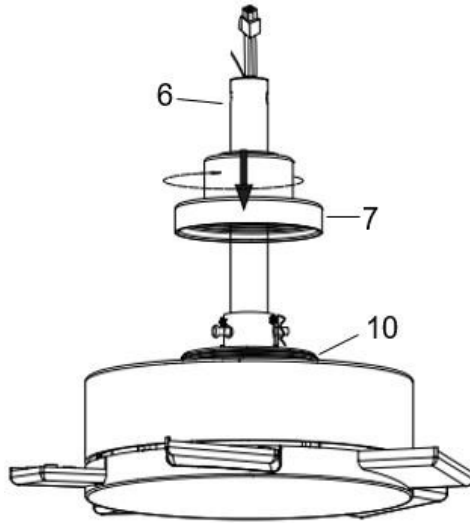

Рис. 4.5
6. Вставте декоративну кришку (7) на тягу (6), щоб закрити корпус муфти тяги (9).
Нарешті, встановіть декоративну кришку (7) на блок вентилятора (10), закріпіть її, повернувши за годинниковою стрілкою. (Рис. 4.5)